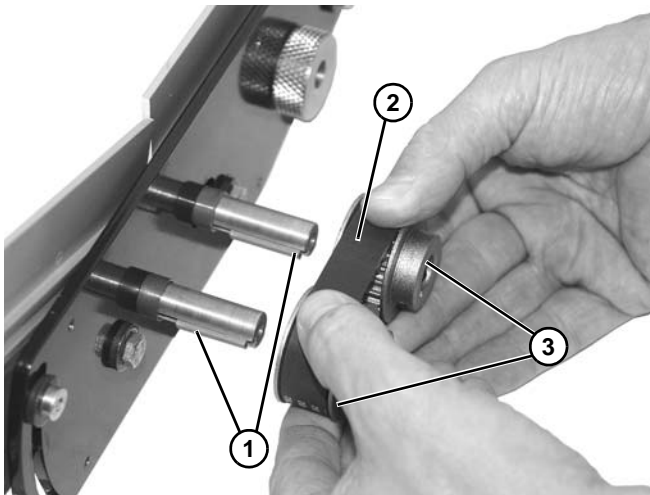

Figura 20
9. Instale dos llaves (Figura 20, artículo 1).
10. Instale la banda (Figura 20, artículo 2) y ambas poleas (Figura 20, artículo 3).